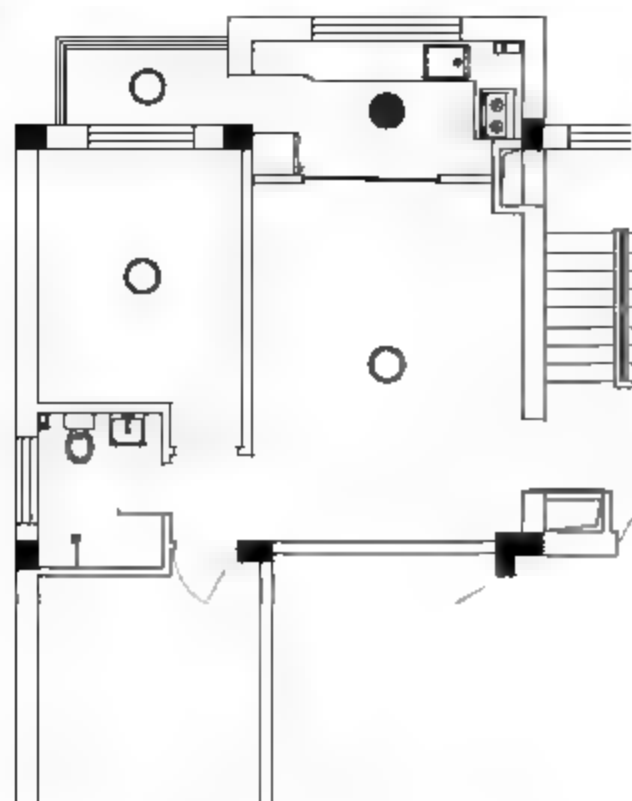

图12-3 调入灯具块
**01** 调入灯具图块。打开本书配备资源中的“素材\第12章\电气图例.dwg”文件，选择节能灯、防水灯图块，将其复制至当前图形中，如图12-3所示。